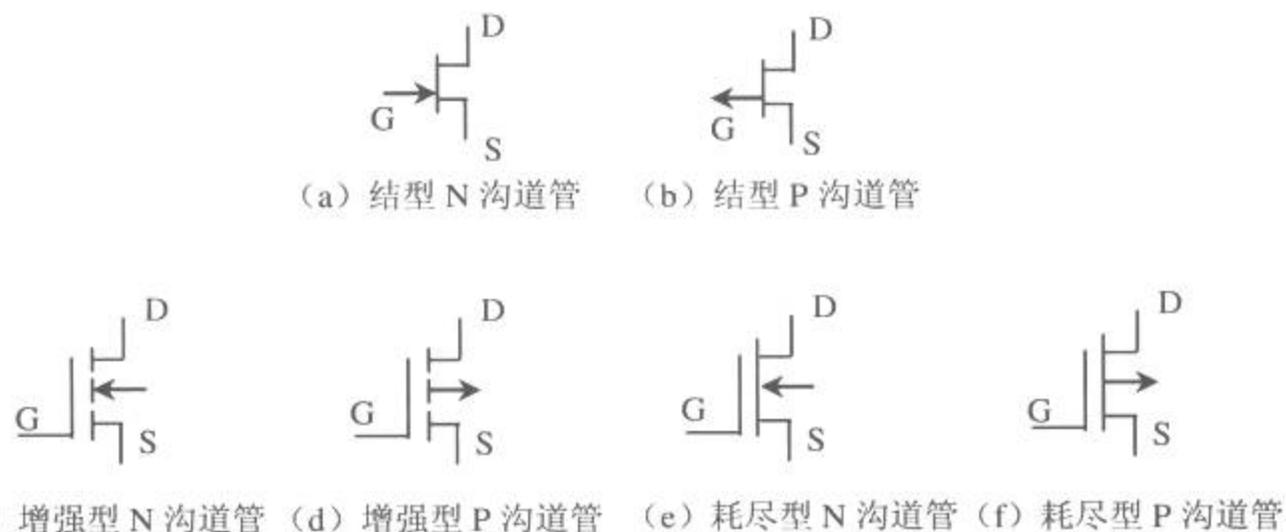

图 1-47 场效应管的种类及图形符号
场效应管也有三个电极,分别是漏极 (D)、源极 (S) 和栅极 (G),它们分别对应于三极管的集电极 (c)、发射极 (e) 和基极 (b)。场效应管的图形符号如图 1-47 所示。